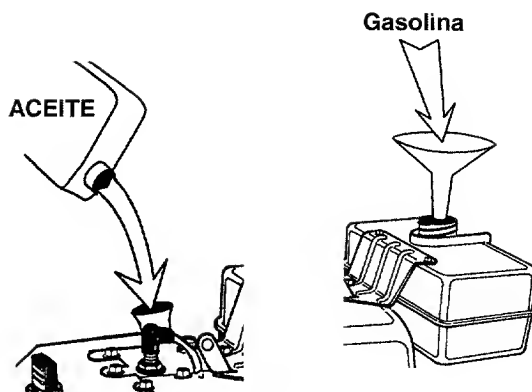

FIGURA 17
- Vierta el aceite y llene el cárter hasta la línea (Full) en la varilla de nivel de aceite (19 onzas). Vea la figura 17.
**NOTA:** Debe cambiarse el aceite después de las dos (2) primeras horas de funcionamiento para prolongar la duración del motor.
- Llene el tanque de combustible con gasolina limpia, fresca, sin plomo de grado automotriz. Vea la figura 17.